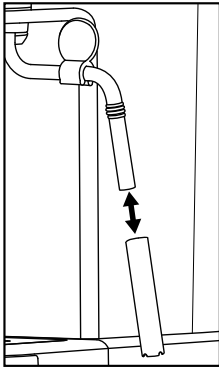

Abb. 1
- 5) Ziehen Sie die Hülle der Milchaufschäumdüse **10** ab (Abbildung 1) und reinigen Sie diese sorgfältig im warmen Wasser.
- 7) Schieben Sie die Hülle wieder auf die Düse (siehe Abbildung 1).